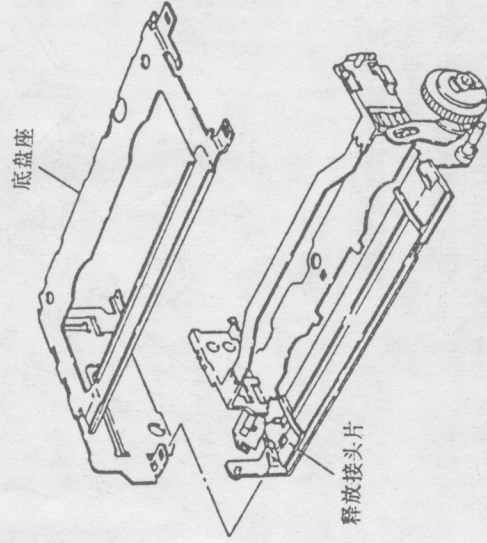

图54
③将机构的后部拿起来,并释放前板座面上的配件。
步骤: ①释放1个固定前板座的接头片,如图54所示;
②顺势轻轻取出底座。